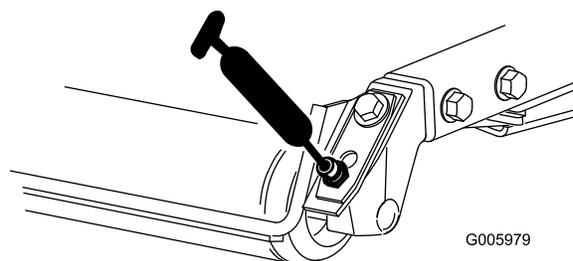

Рисунок 80
- Подшипники задних валиков (по 2 шт. на каждом режущем блоке), как показано на Рисунок 80.